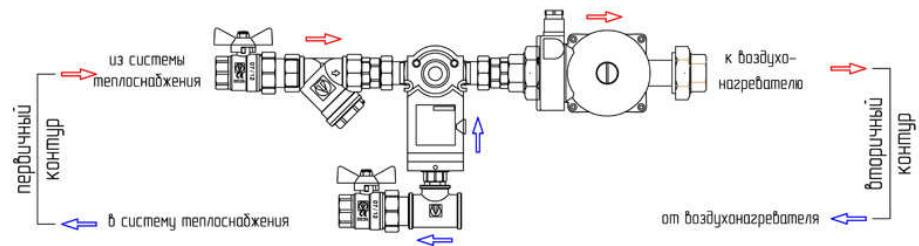

Рис.1 Смесительный узел SUM(H)-U
Смесительные узлы серии SUM(H)-U применяются в системах вентиляции для регулирования мощности водяных нагревателей посредством 3-ходового клапана с приводом, который обеспечивает смешивание прямого и обратного теплоносителя. Данная схема обеспечивает постоянный расход теплоносителя во вторичном контуре (рис.1)
8. Установка смесительного узла должна производиться таким образом, чтобы отстойник фильтра был направлен вниз (смотри рисунок 1 и 2), в противном случае грозит повышенное засорение сетки фильтра и его засорение, которое повлечёт за собой снижение мощности обогревателя и риск его замерзания.